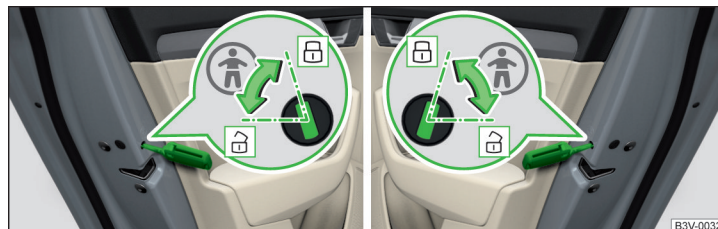

Abb. 53 Hintertür: Kindersicherung ein- / ausschalten
- Zum **Einschalten** die Sicherung mit dem Fahrzeugschlüssel in die Position drehen » Abb. 53.